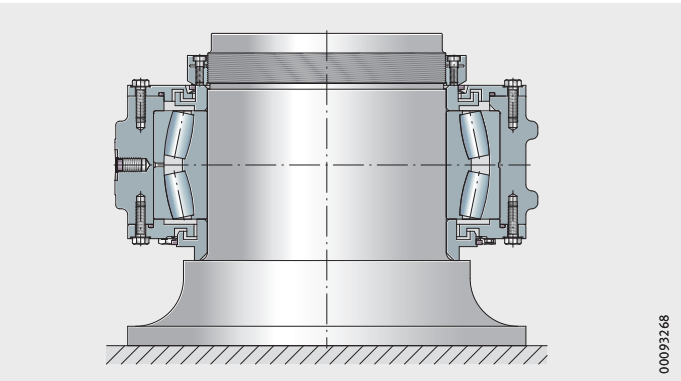

图 16
► 根据锁紧螺母制造商的装配规范安装轴的锁紧螺母，注意防松，图 16。